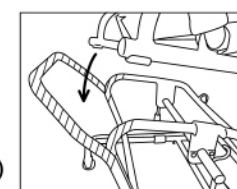

図9
3. 座部をゆっくりと下ろします。(図9) (斜線部を目安に座部後方を合わせてください。)